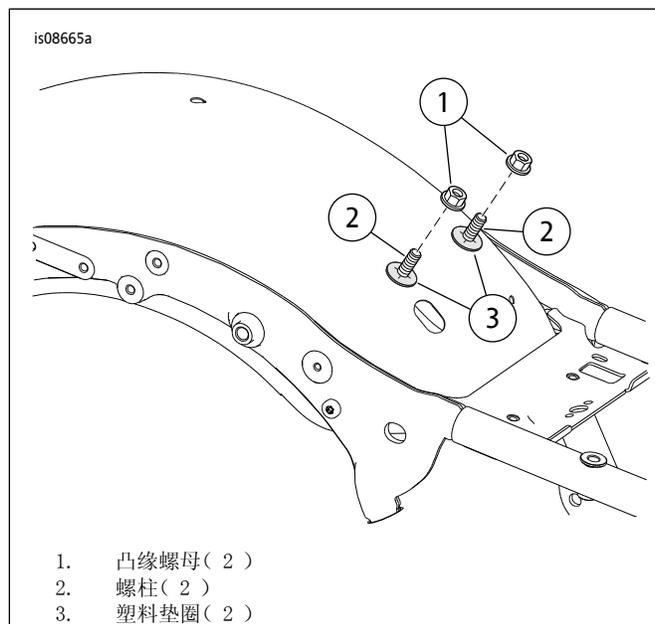

图2. 安装五金件
3. 参见图2。拆下螺母(1)。将垫圈(3)和螺柱(2)留在原位。
5. 参见图2。将安装底座置于螺柱(2)和塑料垫圈(3)上方。